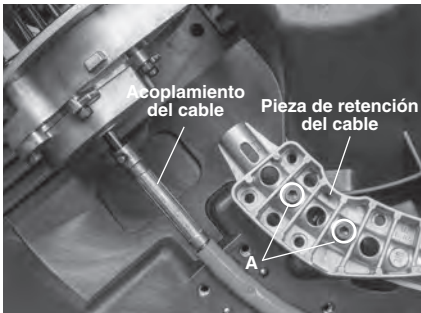

Figura 19 – Instalación del cable
- Aflove los tornillos de la pieza de retención de la vaina (A) en dos vueltas (Figura 19), sin extraer los tornillos.
- Quite los sujetadores de la pieza de retención del cable y la pieza de retención (Figura 19).
- Instale los cuatro sujetadores de la pieza de retención del cable, sin apretarlos. Vea la Figura 19. Asegure que la vaina del cable esté a una distancia de